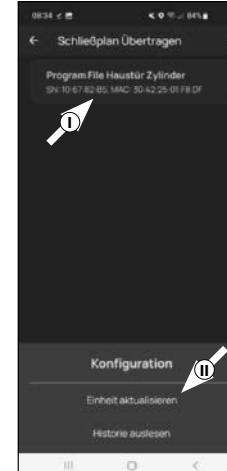

Fig. 6
⑥ Appuyez sur le fichier de programmation qui vient d'être créé (I) (Fig. 6) et, dans le menu apparaissant sur « Actualiser unité » (II) (Fig. 6).